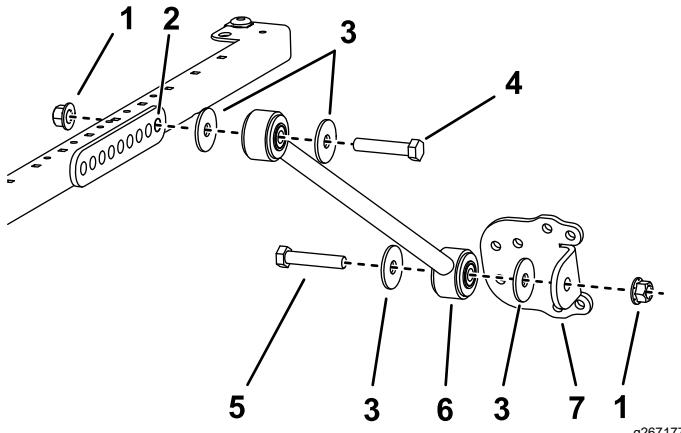

Figura 44
4. Su ciascun lato del telaio del parasole montate, senza serrarlo, un supporto di ancoraggio sul foro posteriore della staffa di ancoraggio con un bullone (1/2" x 2 3/4"), 2 rondelle (1/2") e un dado flangiato (1/2"), come illustrato nella Figura 44.
5. Montate, senza serrarla, una staffa di ancoraggio su ciascun supporto di ancoraggio con un bullone (1/2" x 2 1/2"), 2 rondelle (1/2") e un dado flangiato (1/2"), come illustrato nella Figura 44.